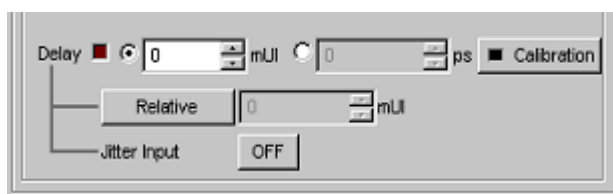

図5.1.5-1 Outputタブ Delay 設定画面
- ジッタ変調されたクロックを入力する場合は、Delay の Jitter Input を ON にしてください(図 5.1.5-1 参照)。MU181000A/B(オプション 001 ジッタ変調付き)をご使用の場合は、Delay の Jitter Input を ON に設定したあとに、MU181000A/B の Jitter Modulation を ON に設定してください。